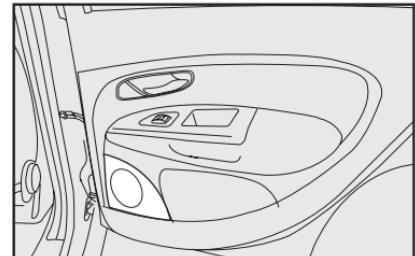

fig. 116
- Altosparlantes traseros **fig. 116**.